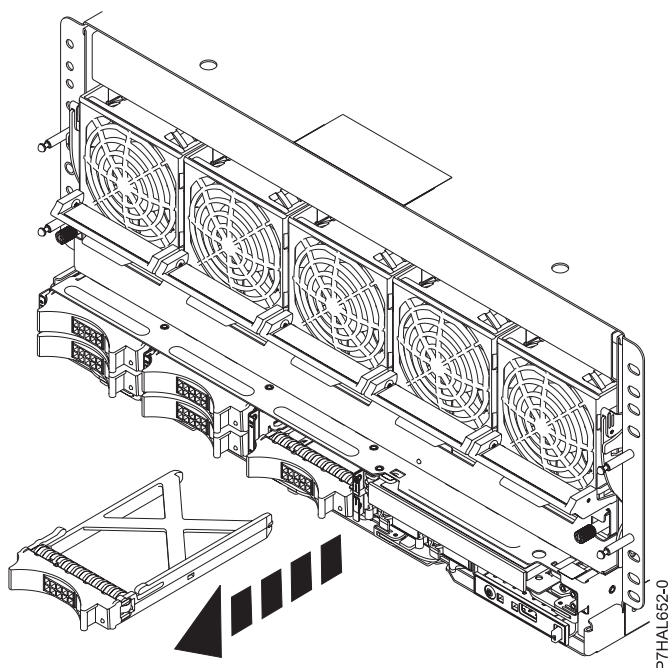

Figura 45. Extracció d'un panell de reblliment d'una unitat de disc del sistema
2. Agafeu la nansa del panell de reblliment **(A)** i traieu-lo de la ranura estirant-ne, com es mostra a la Figura 45 a la pàgina 74.